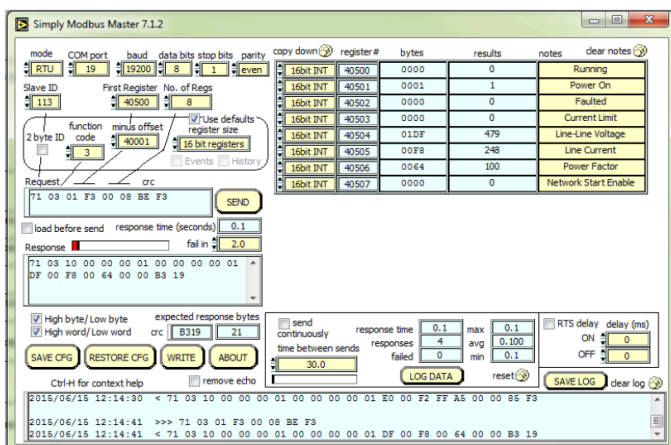

Figura 28: Ejemplo de instrucciones de configuración
- Aparecerá la siguiente pantalla. Configure los campos como se muestra en la Figura 28.